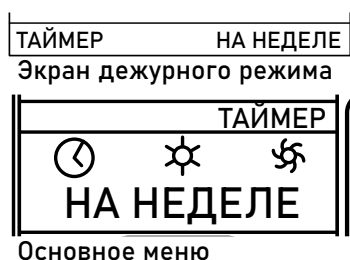

Рисунок 25 - Таймер активен, на сегодня событий нет
- Если таймер активен, но ближайший активный таймер сработает не сегодня, то будет показана надпись «НА НЕДЕЛЕ» (Рисунок 25);